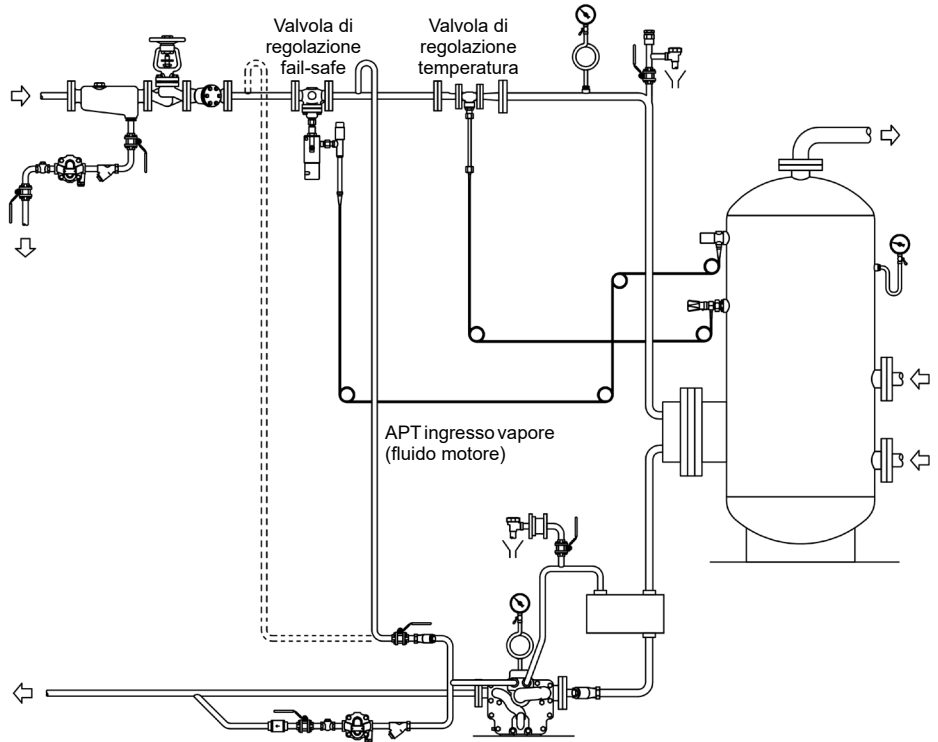

Fig. 15
Quando l'APT14 viene utilizzato per rimuovere la condensa dall'impianto a temperatura controllata come scambiatori di calore, si raccomanda che l'alimentazione del fluido motore dell'APT sia presa in un punto a valle di una valvola di regolazione fail-safe, vedere la Fig. 15.
- 5.1** Dopo aver accertato che le connessioni delle tubazioni di ingresso/scarico condensa e di ingresso/sfiato del vapore motore siano realizzate secondo le Fig. 15 e 16, aprire lentamente la valvola di ingresso del vapore motore per dare pressione all'APT14, all'APT14HC o all'APT14SHC. Controllare che la tubazione di bilanciamento/sfiato sia aperta e completamente libera.